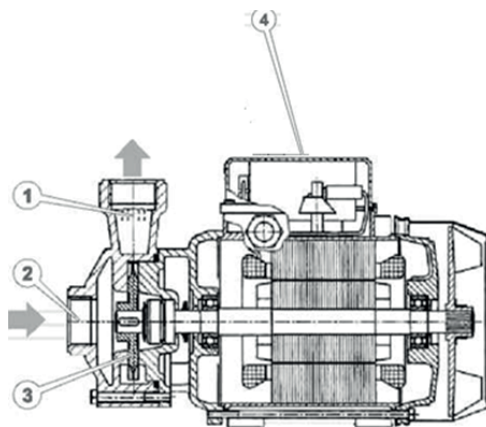

Рисунок 6. Схема конструкції насосів поверхневих групи моделей «PQ» (фронтальний перетин).
1.2 Будова та особливості конструкції насосів групи моделей «PQ» (рис. 6).